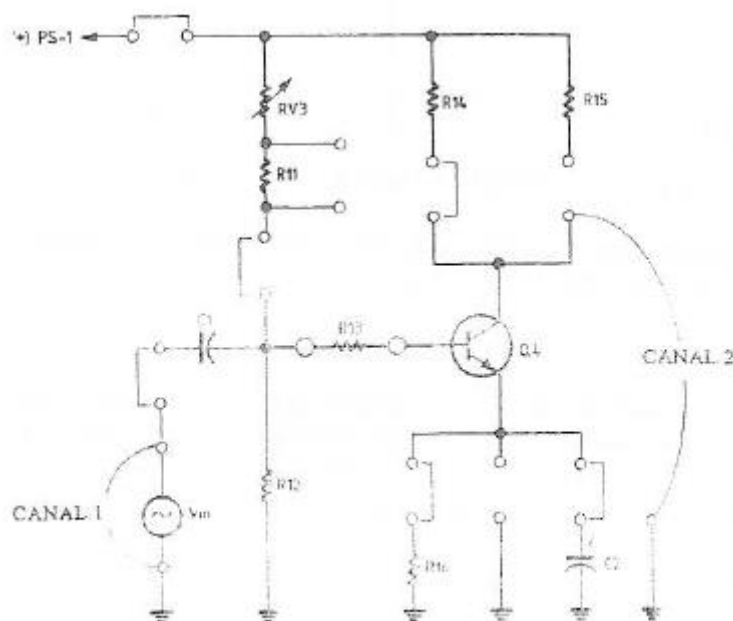

Fig.4 : Amplificador de CA
26. Monitore o sinal de entrada do gerador de funções com um canal do osciloscópio, como ilustrado na Fig.4.
27. Monitore a tensão de coletor com o segundo canal, como ilustra a Fig. 4.